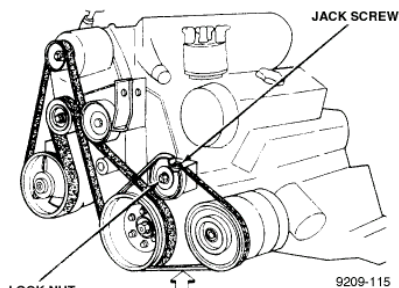

Figure 1
2. If vehicle is equipped with A/C, loosen the A/C idler pulley lock nut, and turn the jack screw counter clockwise (Figure 1). This will move the A/C idler pulley down and loosen the tension on the A/C "V" belt.
4. Take note of the under hood belt routing diagram. If missing, refer to Figure 1.
10. Install double ribbed serpentine belt around each pulley except the "grooved" idler pulley. Now rotate the tensioner in the clockwise (down) direction and slip the belt on to the "grooved" idler pulley. Slowly allow tensioner to move in the counter clockwise (up) direction until the belt is tensioned. **Note: Refer to Figure 1 or under hood sticker for proper belt routing. Check and ensure that all belt ribs are properly seated in the pulley grooves.**
11. Install A/C "V" belt over crank, A/C pulley and adjustable idler (Figure 1). Using the A/C idler jack screw, tension A/C belt as per manufactures recommendations.
Belt deflection (measured between the Crank and A/C pulley (see arrow Figure1)) under a 10 pound load, should be ¼ - ½".
12. Once the A/C belt is tensioned, tighten the A/C idler pulley lock nut to 40 ft lbs/54Nm (Figure 1).
2. Si le véhicule est doté d'un climatiseur, desserrer l'écrou de blocage de la poulie folle du climatiseur, et faire tourner la vis de réglage de la tension dans le sens anti-horaire (figure 1). Ceci permet l'abaissement de la poulie folle du climatiseur et la réduction de la tension de la courroie du climatiseur.
4. Prendre note du placement de la courroie d'origine (schéma de placement, sous le capot). Si le schéma de placement est manquant, voir la figure 1.
10. Placer la courroie serpentine nervurée sur les poulies selon la configuration initiale, sauf sur la poulie de poulie folle rainurée. Faire tourner le tendeur dans le sens horaire (abaissement), et engager la courroie sur la poulie de poulie folle rainurée. Laisser pivoter doucement le tendeur dans le sens anti-horaire (montée), pour le tensionnement de la courroie. **Note : Vérifier le placement correct de la courroie sur les poulies conformément aux indications de la figure 1 ou du schéma de placement (sous le capot). Vérifier que les nervures de la courroie sont correctement placées dans les rainures de chaque poulie.**
11. Installer la courroie du climatiseur sur ses poulies (vilebrequin, climatiseur, et poulie folle réglable) – voir la figure 1. Utiliser la vis de réglage de la poulie folle du climatiseur pour régler la tension de la courroie du climatiseur, selon la recommandation du constructeur.
12. Après le tensionnement correct de la courroie de climatiseur, serrer l'écrou de blocage de la poulie folle au couple de 40 lb.pi (54 N.m) – voir la figure 1.